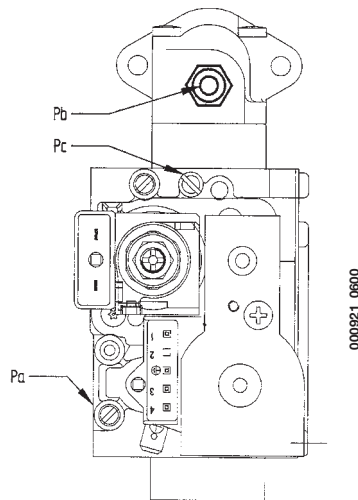

Figure 13
- relier la prise de pression positive d'un manomètre différentiel, si possible à eau, à la prise de pression (Pb) de la soupape du gaz (figure 13). Brancher la prise négative - des modèles à chambre étanche - du manomètre à un "T" afin de relier la prise d'équilibrage de pression de la chaudière, la prise d'équilibrage de pression de la soupape du gaz (Pc) et le manomètre. (On obtient le même résultat en reliant le manomètre à la prise de pression (Pb) sans le panneau de façade de la chambre étanche);
- Vérifier que la pression d'alimentation de la chaudière, mesurée à la prise de pression (**Pa**) de la soupape du gaz (Figure 13) est correct (**37 mbar** pour le gaz propane ou **20 mbar** pour le gaz méthane ou **25 mbar** pour gaz G25).